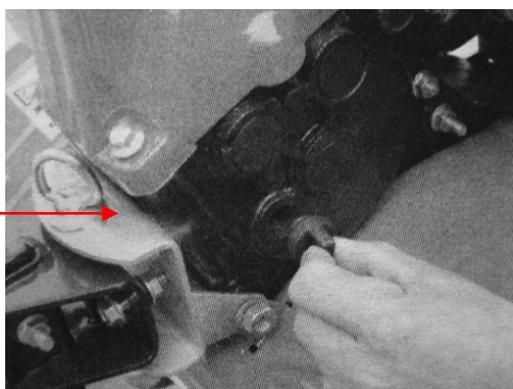

Figure 4
- Legen Sie die Motorhaken auf eine horizontale Fläche und entfernen Sie den Deckel (siehe Abb. 4).